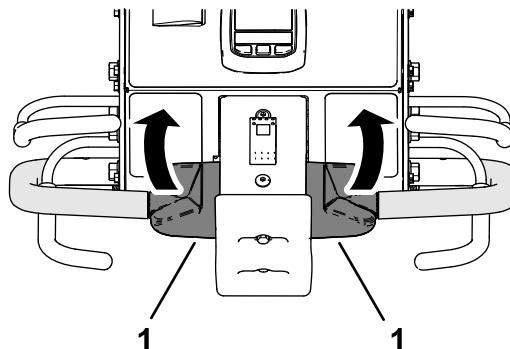

Bild 38
- Halten Sie den Schaltbügel und den Aerifizierbügel fest und drehen Sie den oberen Teil des Fahrantreibshebels nach hinten (Bild 38).